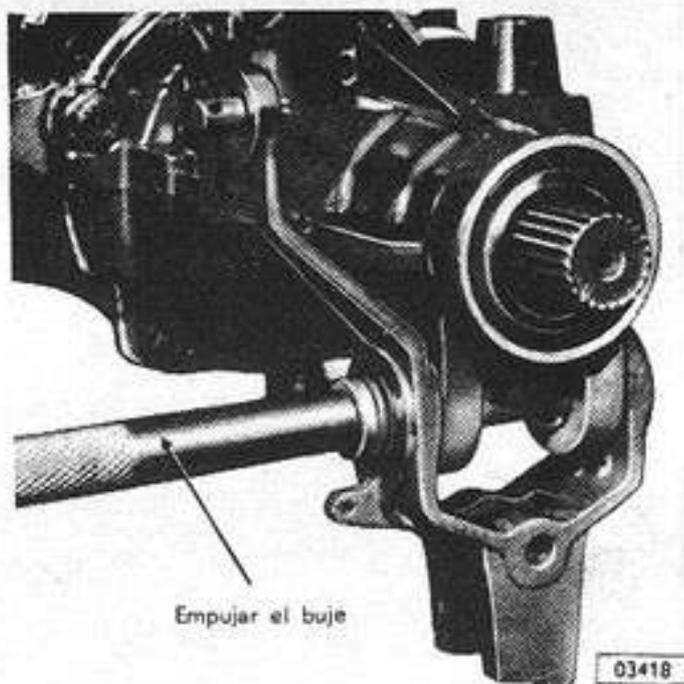

Fig. 3 — Extracción del aro a resorte
3. Luego de sacar el aro a resorte, llevar hacia afuera al buje de la palanca intermedia, por el costado del aro a resorte (Fig. 3).